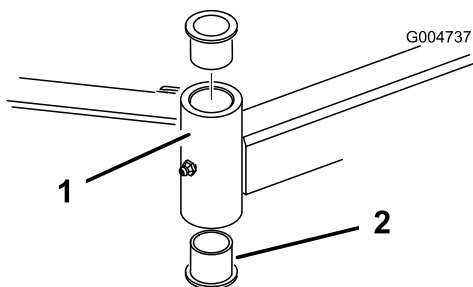

Figura 27
4. Introduza um punção para cavilhas na zona superior ou inferior do tubo de montagem e retire o casquilho para fora do tubo (Figura 27). Retire igualmente o outro casquilho do tubo. Limpe o interior dos tubos para remover a sujidade.